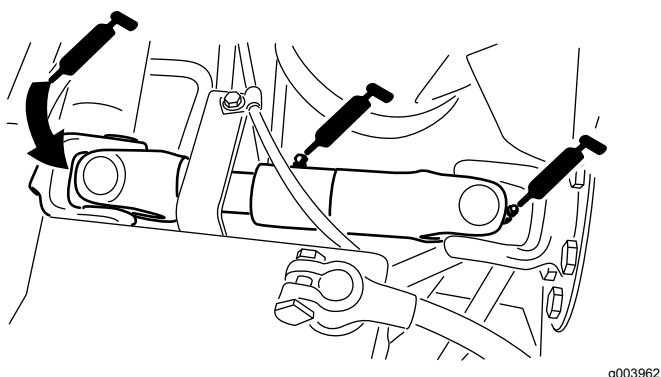

Figura 36
- Cardán del árbol de transmisión de la bomba (3) (Figura 36)